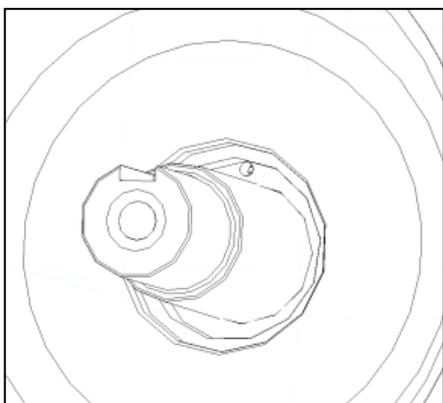

Рис. 15: ESP без предохранителя от проворачивания
- 1) Установка предохранителя от проворачивания для контркольца в обойме уплотнителя только при установке уплотнительного кольца HJ 977 для типа насоса CSP (рис. 16)! При установке уплотнительного кольца MG12 для типа насоса ESP зажимный штифт не устанавливается (рис. 15), так как это нарушает функцию уплотнения. Установочное положение см. рис. 19.